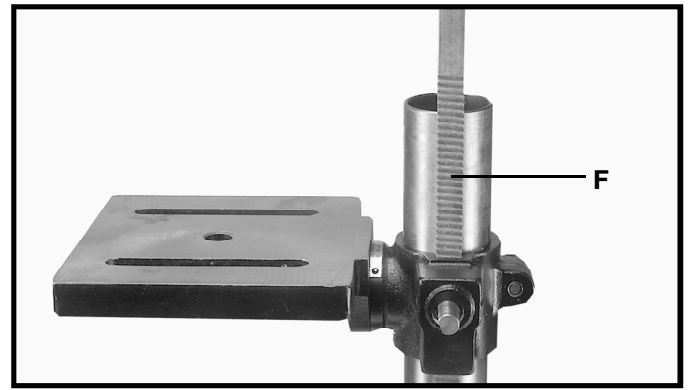
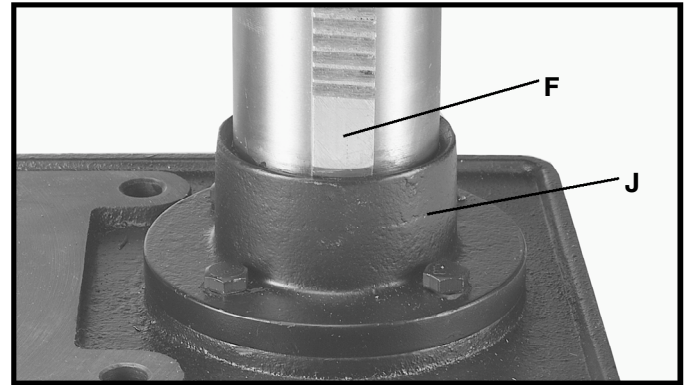

Fig. 7
Fig. 8
4. Insérer la crémaillère (F, fig. 7), la table et le support de table sur la colonne de la perceuse comme illustré. S'assurer que la partie inférieure de la crémaillère (F, fig. 8) est à l'intérieure de la bride (J) de la base de la perceuse à colonne.